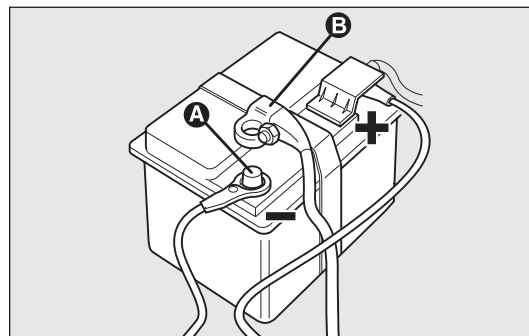

fig. 190
VERSIONES SIN SISTEMA Start&Stop fig. 190
- ☐ desconectar el borne B-fig. 190 del polo negativo A de la batería;